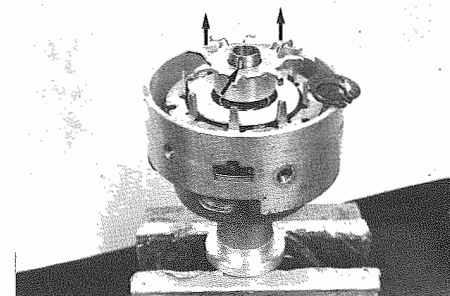

Fig. 8 - Spina calibrata
- Servendosi di due cacciaviti contrapposti, spingere verso l'alto con cautela il rotore (**Fig. 8**); rimuovere la spina calibrata.
- Using two opposite screw drivers, push carefully upwards the rotor (**Fig. 8**); remove calibrated pin.